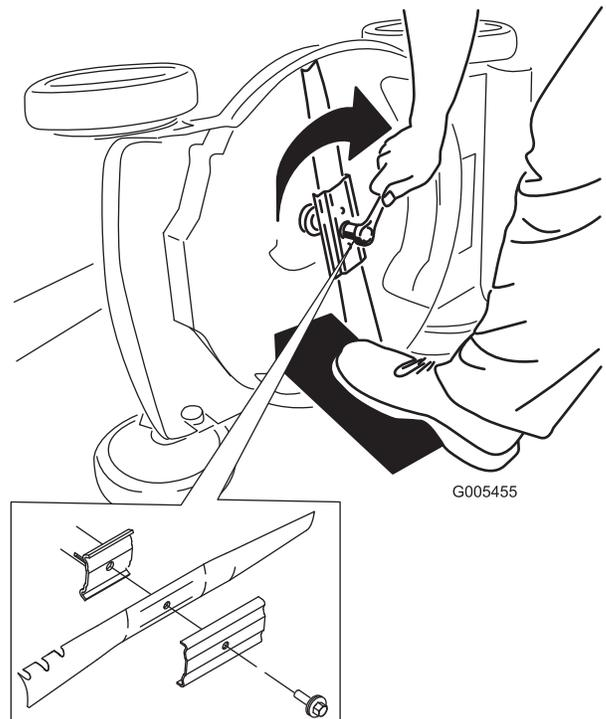

Figura 51
5. Montate la nuova lama usando la bulloneria di montaggio (Figura 51).